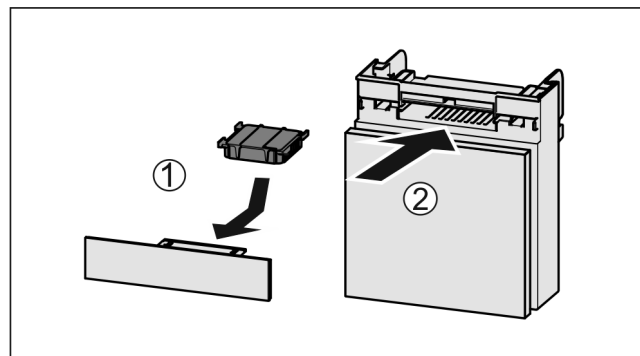

Fig. 81
- ▶ Поставете Fig. 81 (1) филтъра с активен въглен, както е показано на фигурата.
- ▶ Вкарайте Fig. 81 (2) отделението.